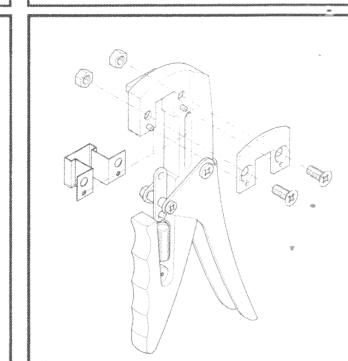

Fig. 5
- 3) Seguendo le stesse istruzioni per l'innesto ad Incastro/Omega, cambiare ora la lama con la lama a Gemma (fig.5).
- 3) Following the instructions given above for Omega/Slot grafting, change to the Bud blade (fig.5).
- 3) Dieselben Anleitungen wie bei der Kopulation V / Omegapropfung befolgen und nun die Klinge durch die Okulation förmige Klinge ersetzen (Abb.5).
- 3) Siguiendo las misma instrucciones para el injerto de Hendidura/Omega, sustituya la cuchilla con aquella de Yema (fig.5).
- 3) En suivant les mêmes instructions pour la greffe en fente/oméga, changer la lame avec la lame en Écusson (fig.5).